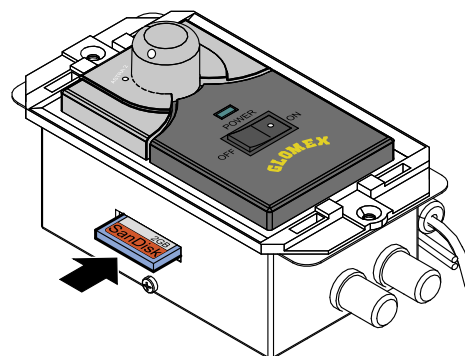

Fig. 27
3. Introduire la carte SD dans la fente correspondante sur le côté de l'unité de contrôle, comme indiqué dans la **Fig. 27**, en respectant la direction (côté avec étiquette du constructeur vers le haut) et en s'assurant de l'avoir introduite complètement.